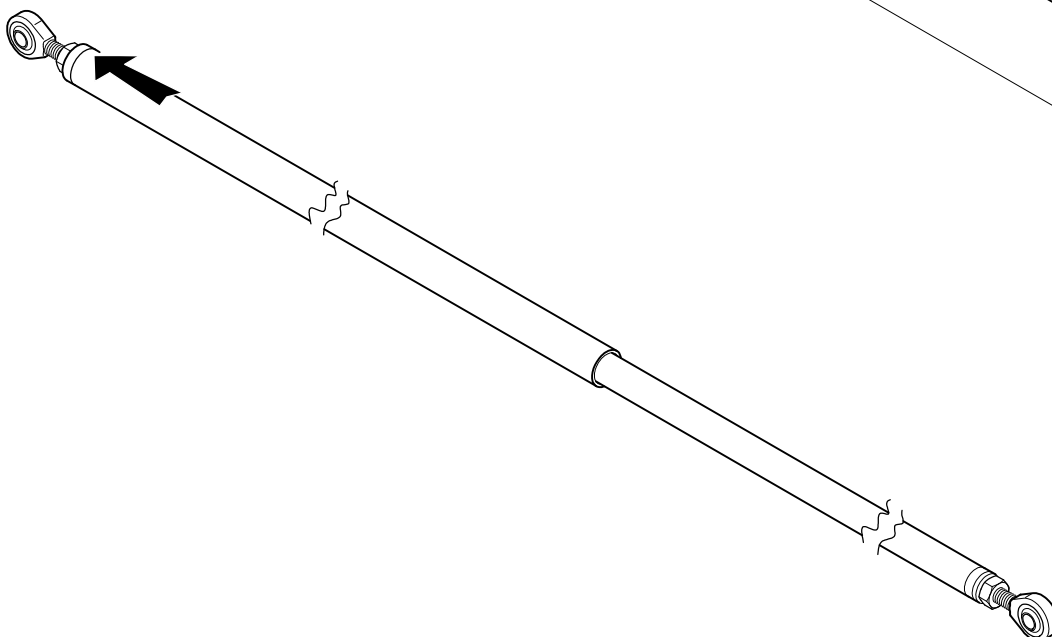

Fig. 2
5. Spingere il tubo di protezione **[T]** fino ad inserirlo sulla boccia (fig. 2).
5. Pousser le tube de protection **[T]** jusqu'à l'introduire sur la douille (fig. 2).
5. Push the protection tube **[T]** until it is inserted on the bushing (fig. 2).
5. Empuje el tubo de protección **[T]** hasta introducirlo en el casquillo (fig. 2).
5. Das Schutzrohr **[T]** schieben, bis es in der Buchse einrastet (Abb. 2).
5. Empurre o tubo de proteção **[T]** até inseri-lo no casquilho (fig. 2).